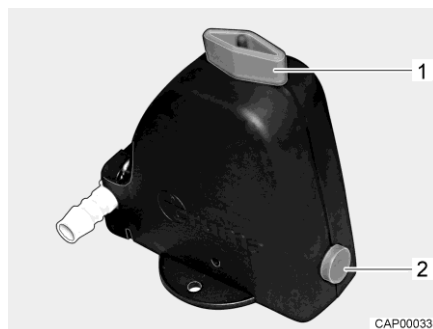

Fig. 260 Válvula de seguridad/purga (Truma)
- Abrir la válvula de seguridad/purga (Truma). Para ello, girar el botón giratorio (Fig. 260,1) a la posición longitudinal en referencia a la válvula de seguridad/purga. El botón (Fig. 260,2) salta hacia fuera.